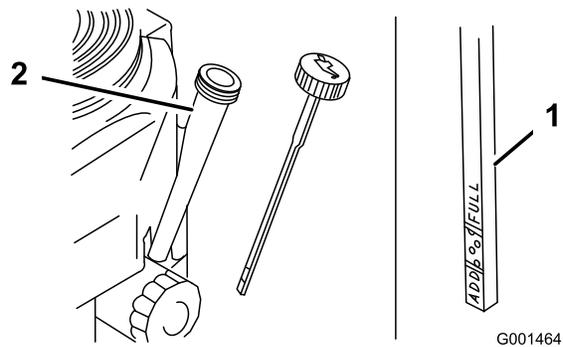

Bild 26
5. Schrauben Sie den Ölpeilstab heraus und wischen Sie das Metallende ab (Bild 26).
6. Schieben Sie den Ölpeilstab vollständig in den Einfüllstutzen (nicht in den Einfüllstutzen einschrauben) (Bild 26).
4. Reinigen Sie den Bereich um den Ölpeilstab (Bild 26), damit kein Schmutz in den Einfüllstutzen gelangen und den Motor beschädigen kann.
9. Gießen Sie ca. 80 % der angegebenen Ölmenge langsam in den Einfüllstutzen (Bild 26).